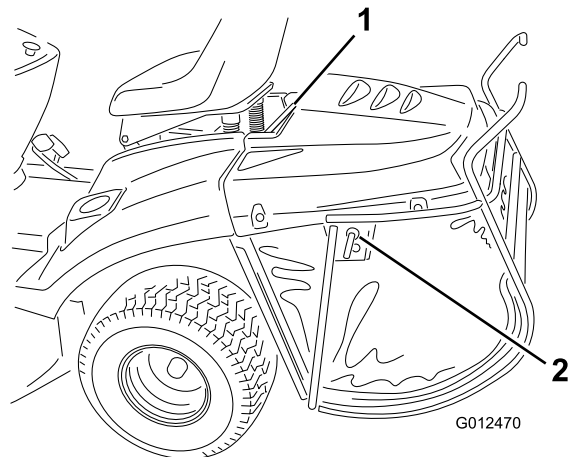

Figura 15
1. Se il perno di bloccaggio è in posizione di blocco, sbloccatelo (Figura 15).